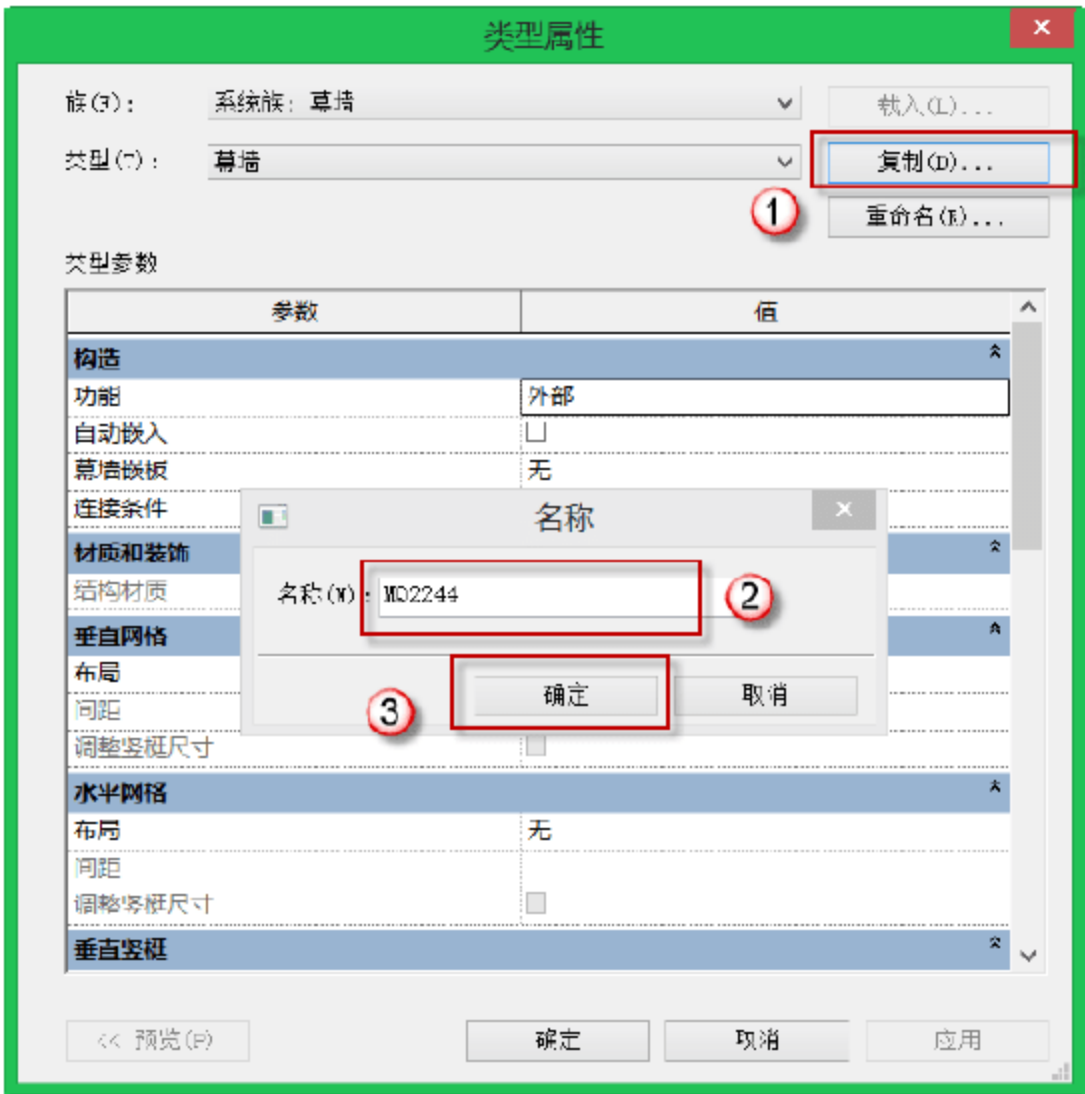

图 10.3.5 复制“MQ2244”族
(3) 设定“MQ2244”族类型。选择“建筑”→“墙”→“幕墙”命令，单击“编辑类型”按钮，弹出“类型属性”对话框，单击“复制”按钮，将幕墙名称改为“MQ2244”，最后单击“确定”按钮，如图 10.3.5 所示。在“类型属性”对话框中单击幕墙嵌板参数右